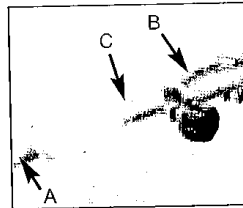

Fig. 3A
1. Lösen Sie die Abdeckkappe vom unteren Schaftende (A). Drücken Sie den Entriegelungshebel (B) während Sie den unteren Schaft in die Verbindungskupplung hineinschieben (s. Fig. 3A).
2. Positionieren und schliessen Sie den Entriegelungshebel in der ersten Bohrung (C) der Antriebswelle s. Fig. 3A.